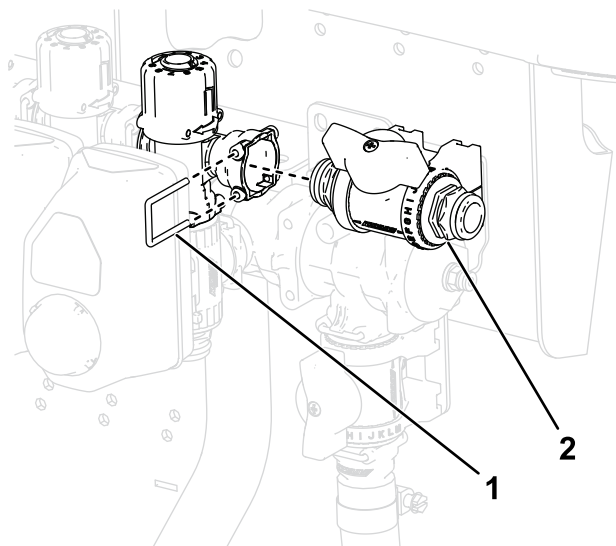

Figura 41
13. Montai ansamblul supapei de control la nivelul blocului de vane, aa cum se arată în Figura 41.